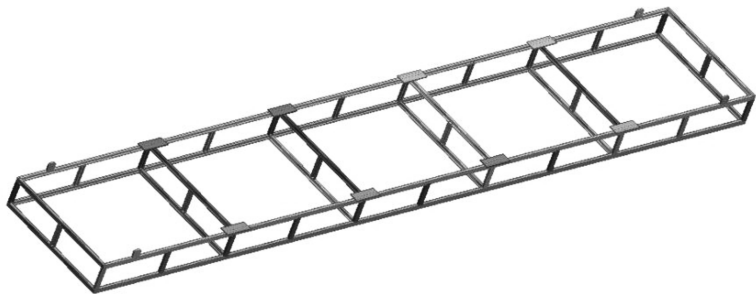

图 1-18 模型
(1) 在结构静力分析上,右键单击【Geometry】→【Import Geometry】→【Browse】,找到模型文件 Tooling.x_t,打开导入几何模型。模型文件在 D:\AWB\Chapter01 文件夹中。
(2) 在结构静力分析上,右键单击【Geometry】→【Edit Geometry in DesignModeler...】,进入 DesignModeler 环境。
(3) 在模型详细信息栏里单击【Detail View】→【Operation】,选取【Add Frozen→Add Material】。在工具栏中单击【Generate】完成导入显示,如图 1-18 所示。